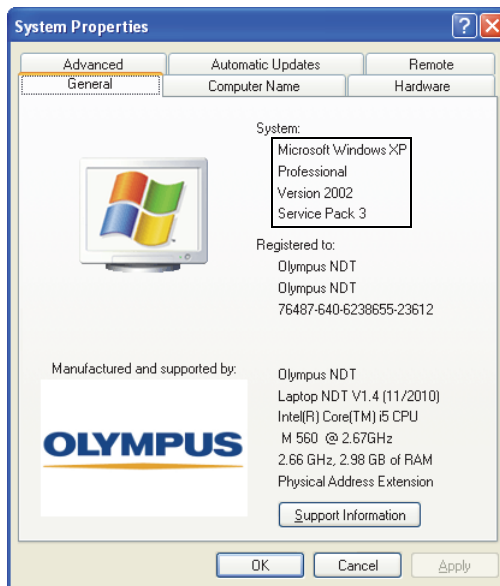

Рис. 5-3 Номер версии Windows XP в диалоговом окне Свойства системы
- c) Щелкните на вкладке **General** [Общие] (см. Рис. 5-3 на стр. 41).